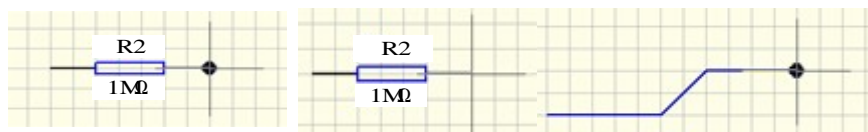

图 3-3 电气捕捉
(1) 使用菜单命令 View\Electrical Grid，关闭或选中电气捕捉栅格。
(2) 单击 WiringTools 工具栏中的  图标，光标变成十字形，试着在去掉电气栅格和选中电气栅格两种情况下，在图中的连接点之间连线，以观察电气栅格的作用(注意去掉电气捕捉栅格)，如图 3-3 所示。图中的黑点表示选中电气捕捉栅格。